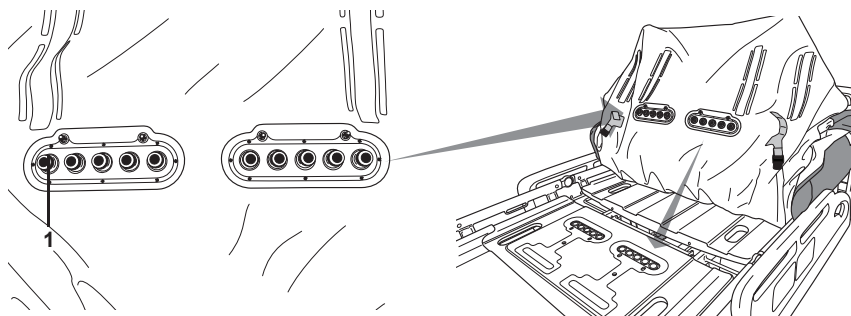

Рис. 5. Воздушные шланги под матрасом
1. Выньте надувной матрас из упаковки и раскатайте на кровати. Обратите внимание на разъемы воздушных шлангов в нижней части надувного матраса (рис. 5). Их необходимо поместить в ножной части кровати. Найдите клапан сброса и разъемы воздушных шлангов на ножном конце опорной платформы надувного матраса. Проверьте, что разъемы воздушных шлангов в нижней части надувного матраса полностью очищены от упаковки.
3. Осмотрите разъемы воздушных шлангов под матрасом и проверьте наличие уплотнительных колец (рис. 5, пункт 1) на каждом разъеме.